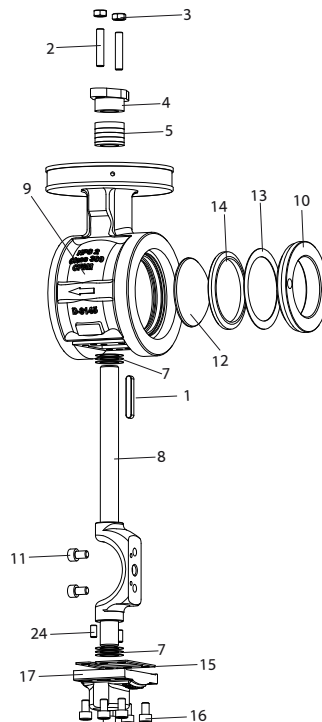

Рис.6-5
1. Вывернуть винты (→ Рис. 6-5/20) и снять крышку (→ Рис. 6-5/10).
2. Снять пружинную шайбу (→ Fig.6-5/13), опорное кольцо (→ Рис.6-5/4) и седло (→ Рис. 6-5/14).